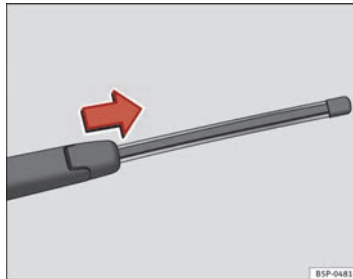

Abb. 130 Heckwischerblatt abnehmen
- Klappen Sie den Scheibenwischerarm von der Heckscheibe weg ⇒ Abb. 130.
- Schieben Sie den Wischerblattadapter in Pfeilrichtung und ziehen Sie das Wischerblatt ab ⇒ Abb. 130.